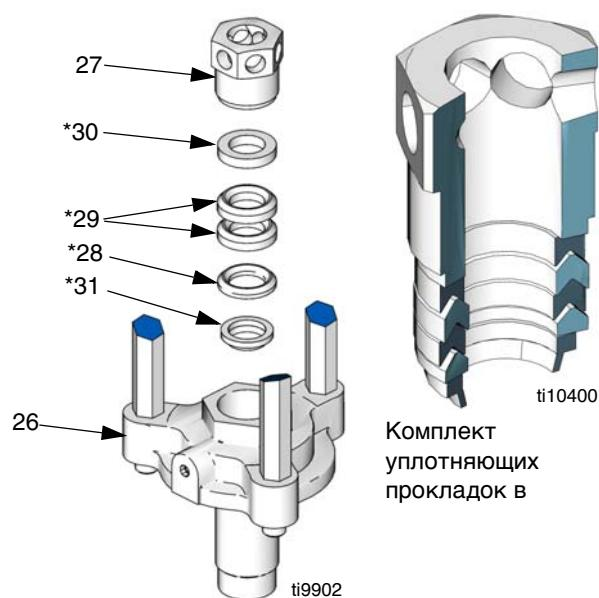

Рис.25
- 12 Снять шестигранную гайку (27) с крепежного фланца (26). Снять внешний сальник (30*), 2 тefлоновые прокладки (29*), внутренний сальник (28*) и кольцо (31*). Осмотрите все детали на наличие повреждений. См. Рис.25.